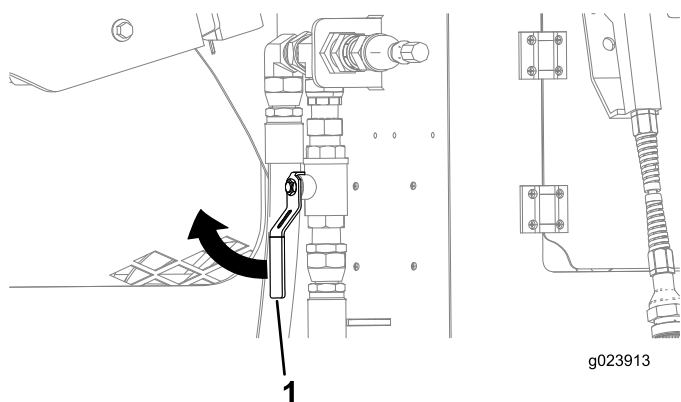

Figura 132
4. Asegúrese de que la válvula situada cerca del compartimento trasero está CERRADA (Figura 132).